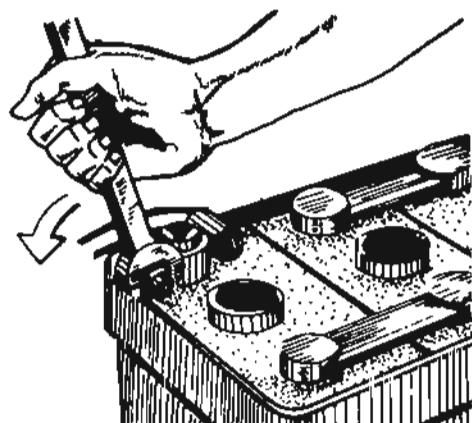

Fig. 1
- c Afloje las tuercas y los tornillos que fijan los terminales (fig. 1).